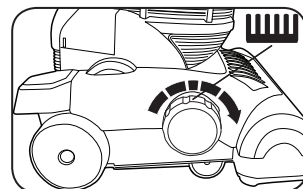

Fig. 4
4. Faites pivoter la molette d'ajustement de la hauteur dans le sens des aiguilles d'une montre par rapport au réglage des outils (Fig. 4).